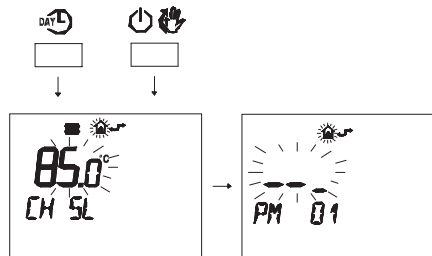

Figura 5.36
- Pulse simultáneamente los botones y para entrar en la modalidad de programación transparente (Figura 5.36).